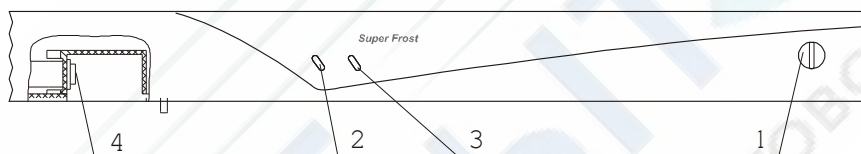

Рис.3. Схема расположения приборов управления и индикации
7.1. Включение и отключение холодильника производится штепсельной вилкой сетевого шнура. Загоревшаяся зеленая индикаторная лампа 2 (рис.3) на панели свидетельствует о том, что холодильник включен в электросеть. Желтая индикаторная лампа 3 горит при работе холодильника в режиме замораживания. Индикаторные лампы загораются в течении 10 секунд. Повторное включение холодильника в электросеть необходимо производить не ранее чем через пять минут после его принудительного отключения. Перед включением холодильника в сеть убедитесь, что конец водостока находится в специальной ячейке передней части сосуда для сбора талой воды.
7.2. Температурный режим в холодильной камере устанавливается путем поворота ручки терморегулятора 1 (рис.3) до выбранного по шкале температурного режима.
указанной в разделе 2. При загрузке продуктов, в количестве, превышающем мощность замораживания, увеличивается время полного замораживания. Если Вы хотите сократить время замораживания продуктов, то можете использовать режим быстрого замораживания (Super frost). Режим быстрого замораживания включается нажатием клавиши переключателя 4 (рис.3) «от себя». При этом на панели загорается индикаторная лампа 3 (рис.3).
**Не позднее 24 часов после загрузки последней партии продуктов переведите холодильник в режим хранения, нажав клавишу переключателя «на себя», при этом индикаторная лампа 3 (рис.3) гаснет.**